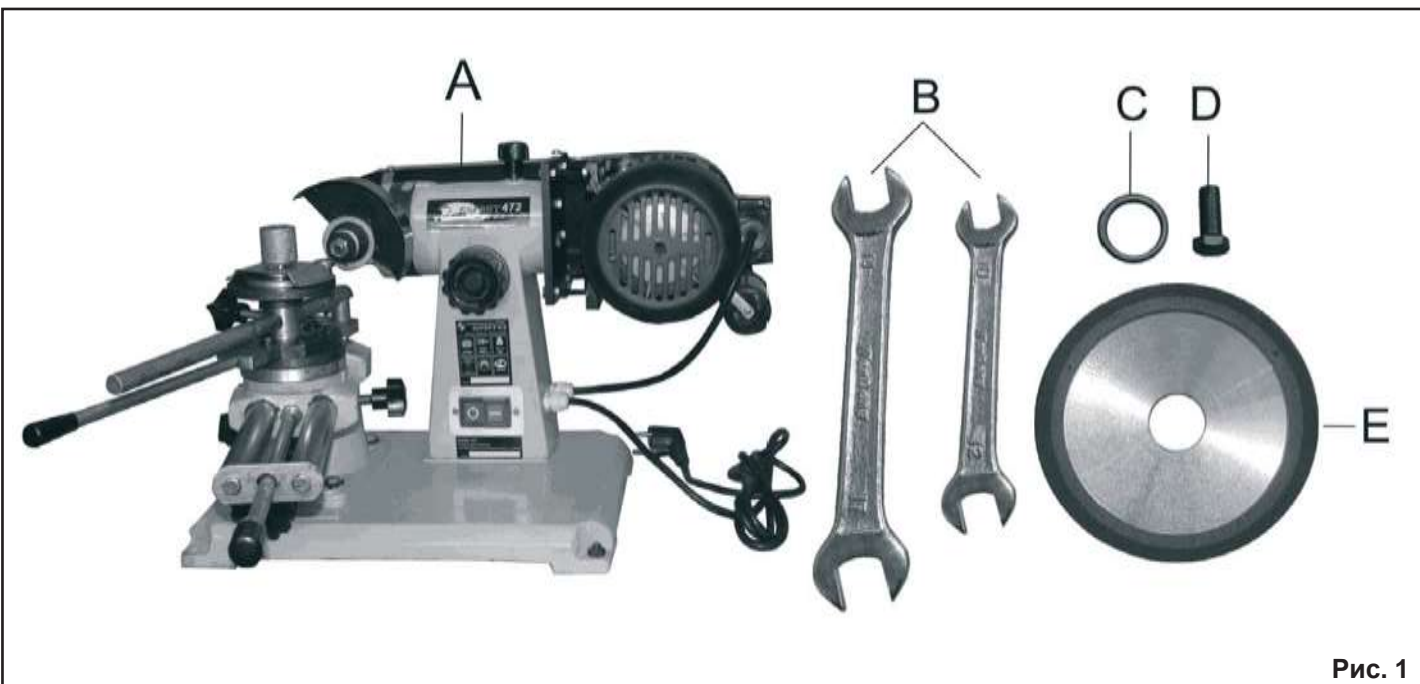

Рис. 1
3.1. В комплект поставки входит (Рис. 1.):